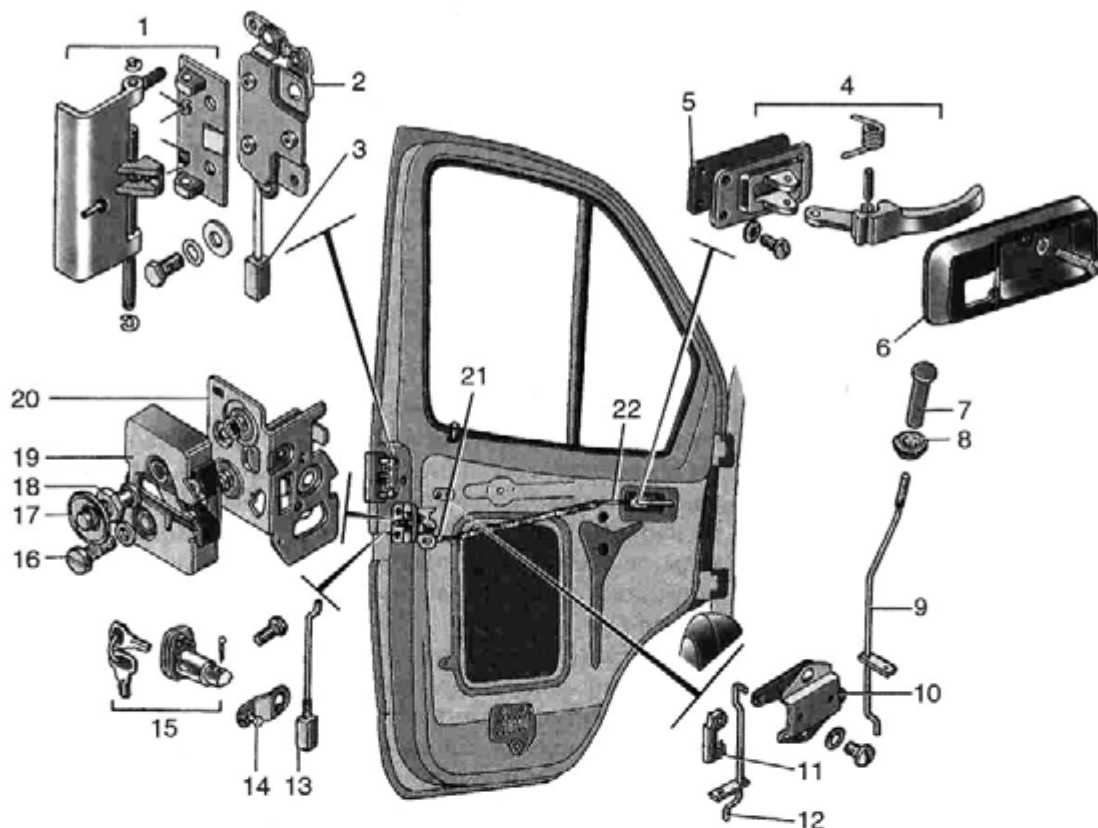

Рис. 9.6. Замок и приводы замка двери кабины:
Замок (рис. 9.6) состоит из трех частей: запорного механизма 19, рычажного механизма 20 и шипа фиксатора 18. Замок можно оторвать снаружи и изнутри кабины, его можно заблокировать как снаружи, так и изнутри кабины при полностью закрытой двери.
- снять розетку внешнего привода 6 (см. рис. 9.6);